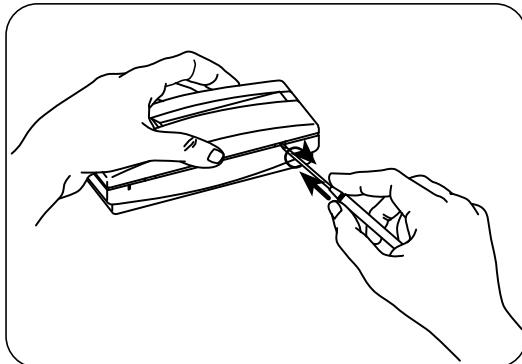

Figura 2: Apertura de la tapa
1. Abra la tapa con la ayuda de un destornillador introduciéndolo en las ranuras de la parte superior o inferior de la caja (Figura 2)